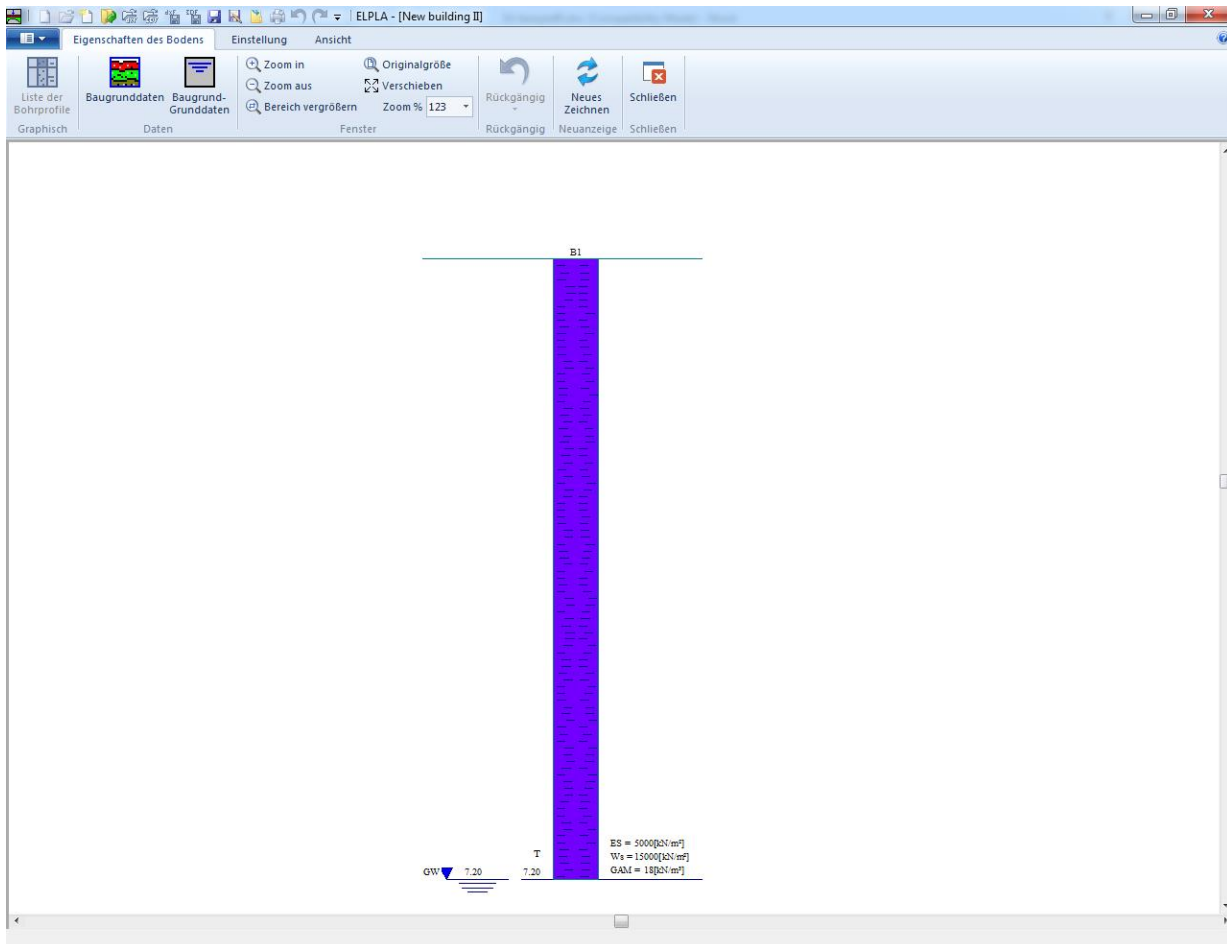

Bild 9.21 Bohrprofil auf dem Bildschirm
Nach der Definition aller Baugrunddaten sollte der Bildschirm wie das folgende Bild 9.21 aussehen.
- Wählen Sie "Speichern" aus dem Menü "Datei" im Bild 9.21, um die Baugrunddaten zu speichern
- Wählen Sie "Schließen" aus dem "Datei"-Menü im Bild 9.21, um das Fenster "Eigenschaften des Bodens" zu schließen und zum Hauptfenster des Programms *ELPLA* zu rückzukehren